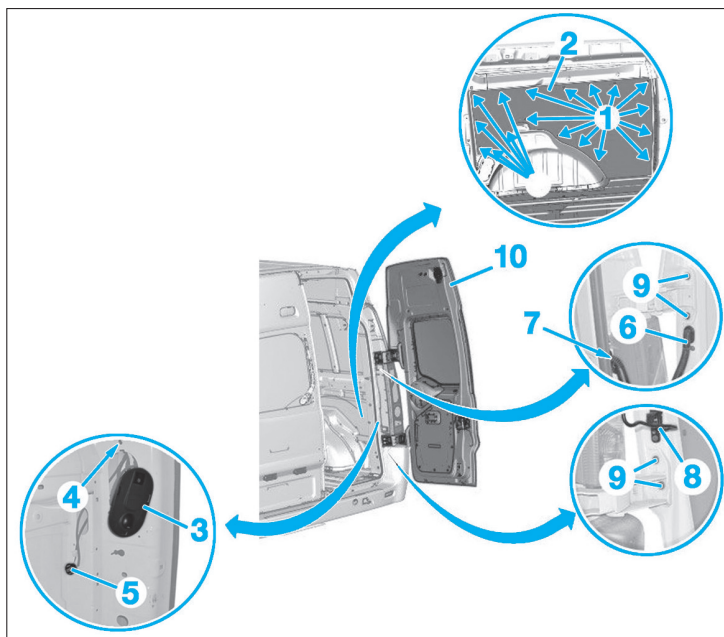

Fig. 100
- Dégrafer (1) la garniture d'aile arrière (2) (Fig.100).
- Dégrafer et déposer l'enjoliver (3).
- Débrancher le connecteur (4).
- Déposer l'écrou (5).
- Dégager le faisceau électrique (6) et son fourreau (7).
- Dégrafer le tirant de porte (8).
- Déposer les vis (9) des charnières.
- Déposer la porte battante arrière (10).